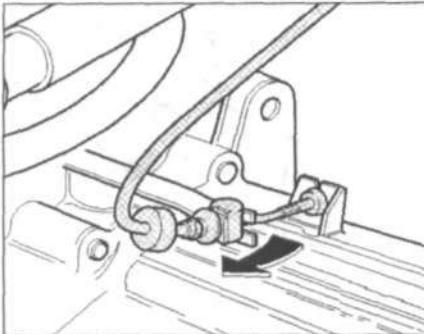

Рис. 8.8. Переместите рычаг выключения сцепления примерно на 10 мм в направлении стрелки.
5. Переместите рычаг выключения сцепления примерно на 10 мм в направлении стрелки (рис. 8.8). Рычаг выключения сцепления должен пере-